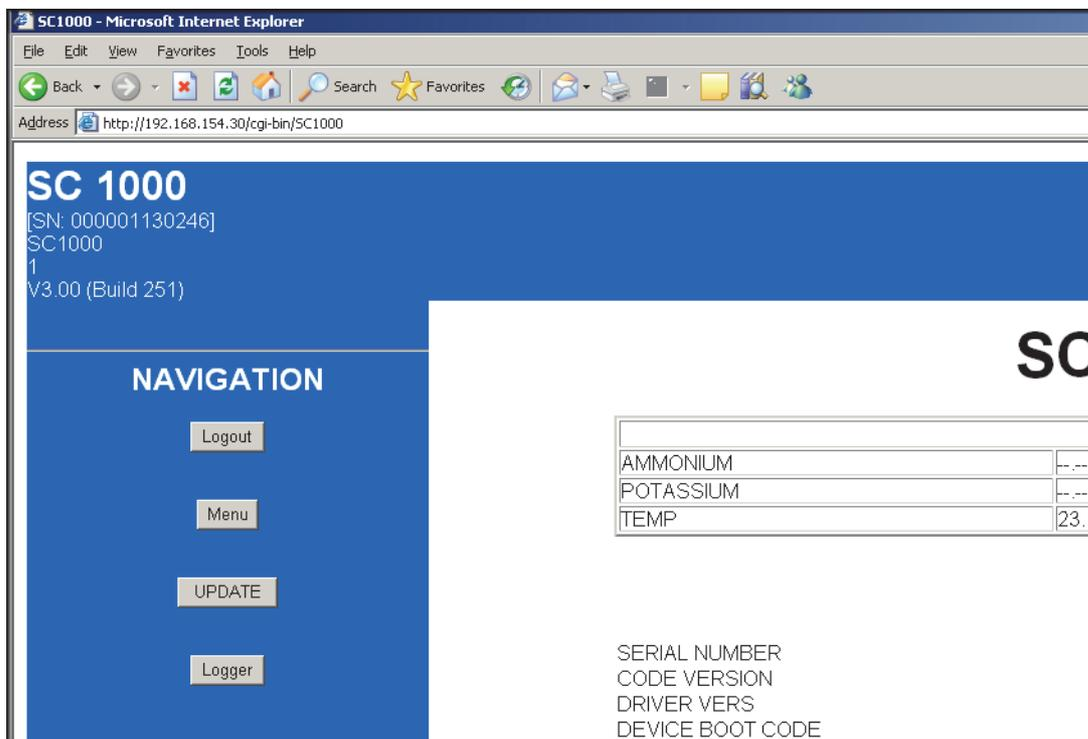

Figure 10 BOUTON Mise à jour
- Appuyez sur le bouton **MISE À JOUR** du volet NAVIGATION (Figure 10).